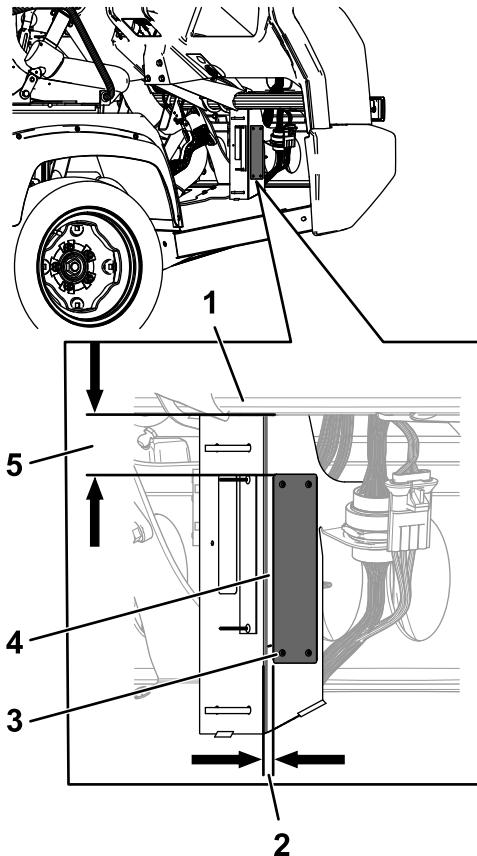

**Figura 7**
2. Coloque o número de série na máquina no local que se mostra em Figura 7.